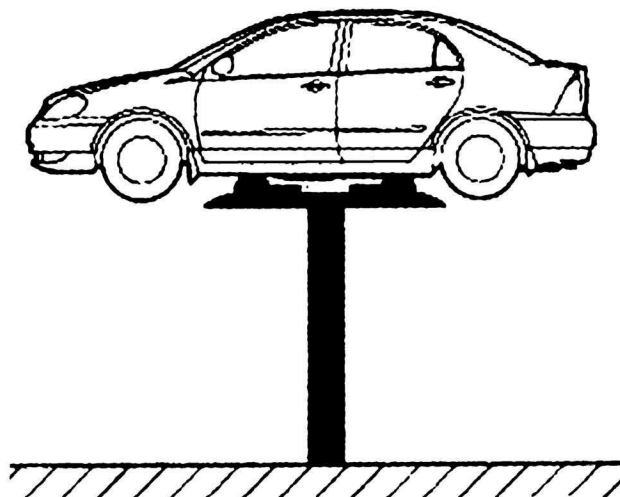

图 1-2-3 工位三
(3) 工位三(举升机升至高位):以车辆底盘检查为主,为缩短空闲时间,发动机排放机油的同时,可进行其他作业,如图 1-2-3 所示。